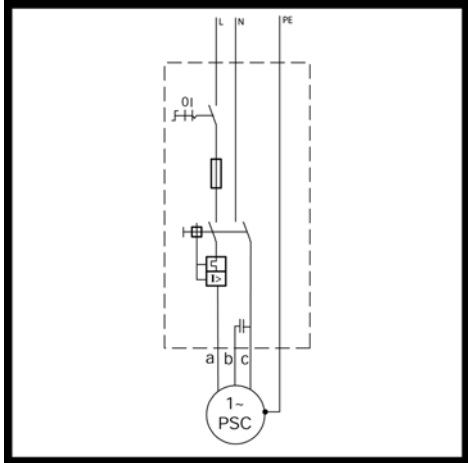

Fig.: 16
- 4 Aço inoxidável especial PSC (Fig.: 16)